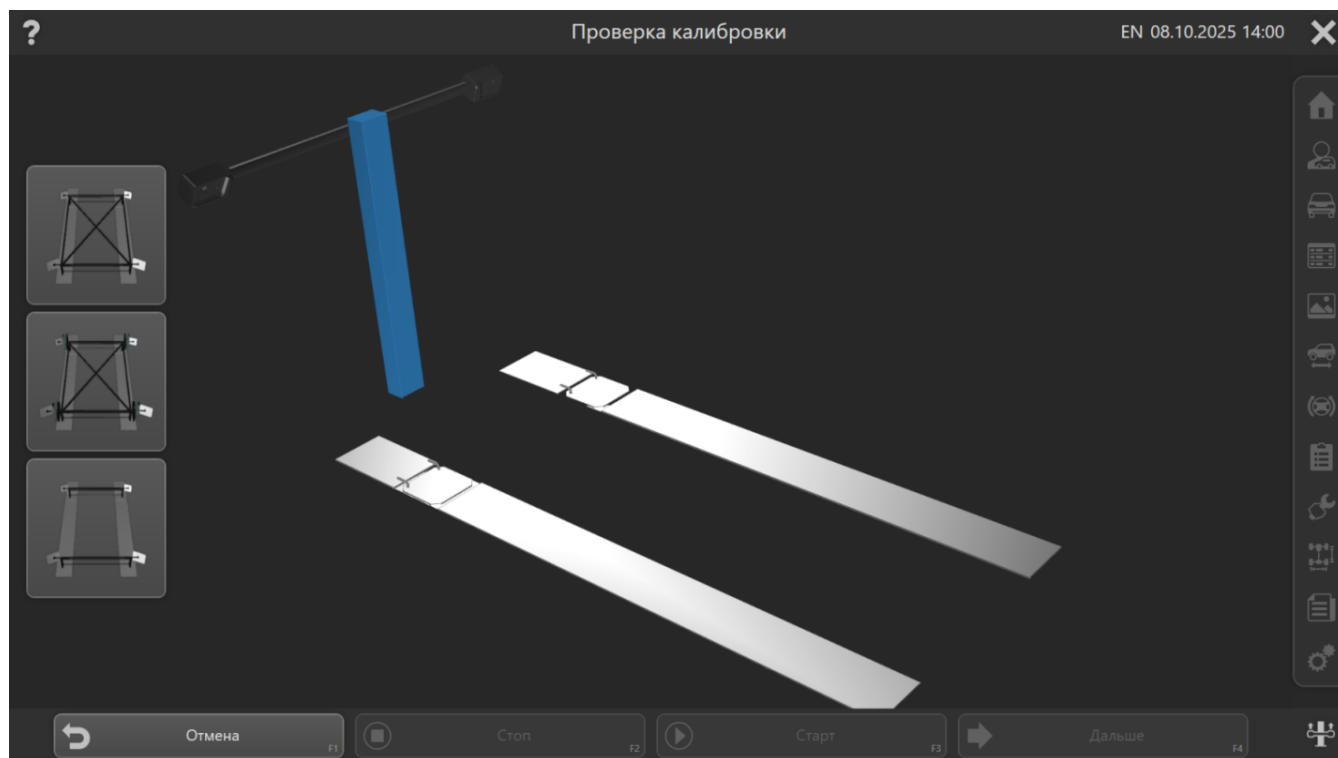

Рисунок 8.5 – Окно проверки калибровки
- проверка калибровки ISO-рамой без захватов (рис.8.5);